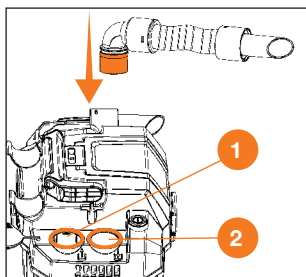

Рис. 6
- Вставьте шланг в необходимое отверстие (1 выдувание, 2 всасывание) и уложите его в ложемент (Рис. 6).